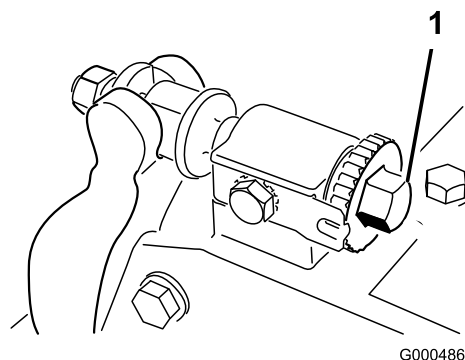

图11
1. 逆时针旋转底刀架调节螺丝确保底刀架不与滚刀接触 图11。